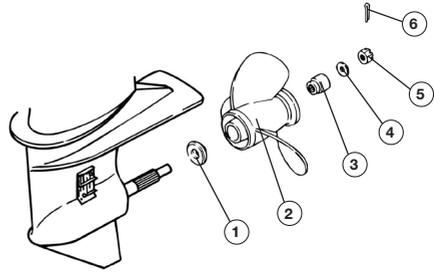

Рис. 62 Схема установки гребного винта
3. Открутите гайку 5 крепления винта и снимите шайбу 4 и втулку 3 (Рис. 62).
4. Сдвиньте и снимите гребной винт 2 с вала (Рис. 62).
5. Снимите с вала упорную шайбу 1 (Рис. 62).